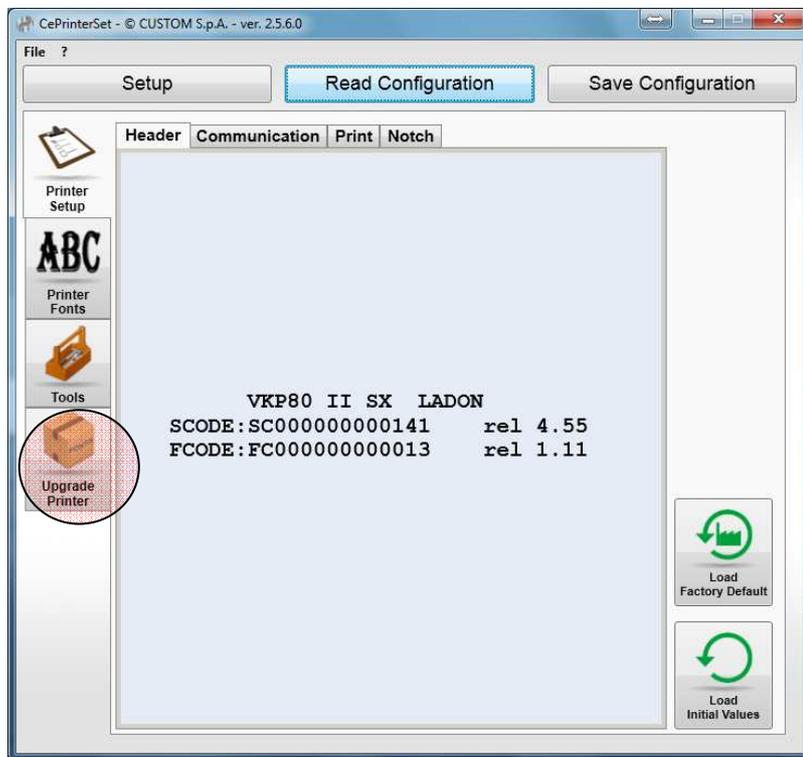

Рисунок 15 – Диалоговое окно настройки принтера.
- Откроется диалоговое окно настройки принтера (см Рисунок 15).